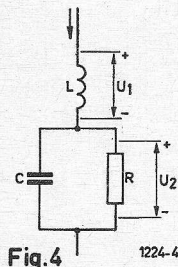

Fig. 4
① Door de schakeling van fig. 4, opgebouwd uit een verliesvrije spoel met coëfficiënt van zelfinductie  $L$ , een verliesvrije condensator met capaciteit  $C$  en een zuivere weerstand  $R$ , vloeit een wisselstroom.